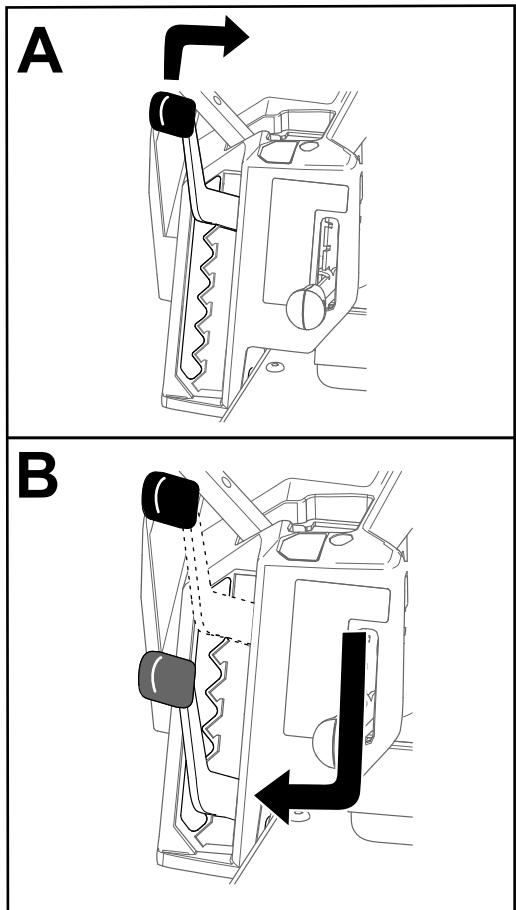

Figura 23
**Nota:** La posición de transporte es la posición de altura de corte más alta, 114 mm (4½"), según se muestra en Figura 23.
Puede ajustar la altura de corte de 38 a 114 mm (1½" a 4½") en incrementos de 13 mm (½"). La altura de corte es controlada por la palanca situada a la derecha del puesto del operador (Figura 23).